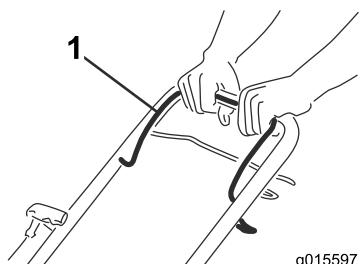

Figura 16
- Sujete la barra de control de la cuchilla (Figura 16) contra el manillar.